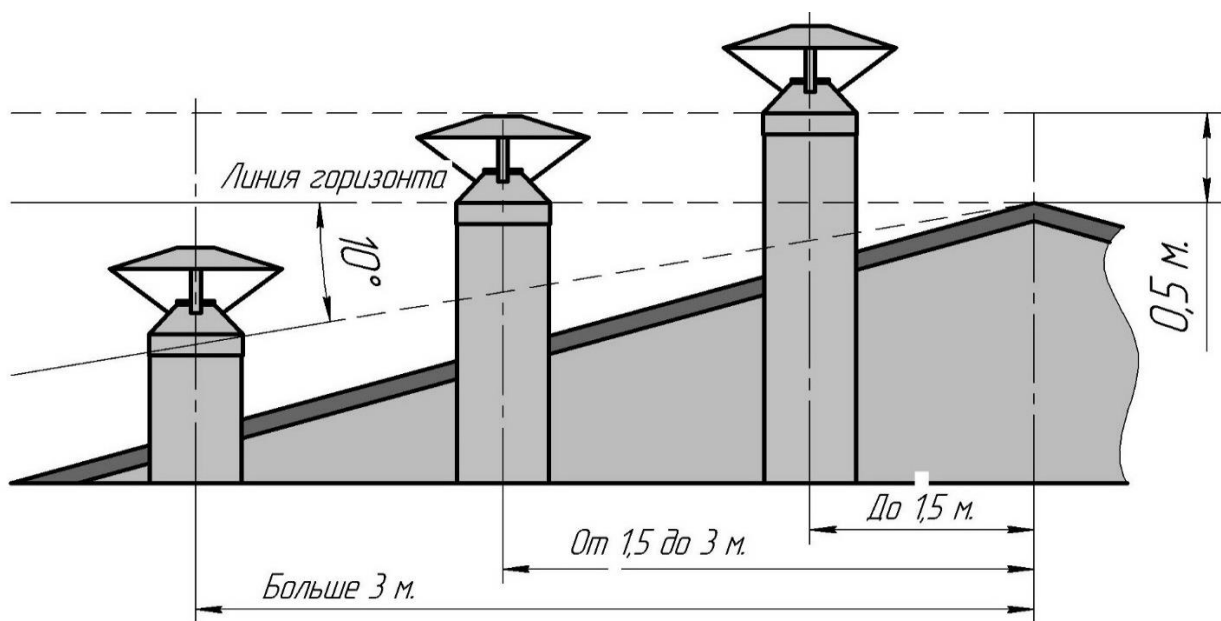

Рисунок 4: Высота дымоходной трубы
- не ниже линии, проведенной от конька под углом 10° к горизонту, при расположении дымовой трубы от конька на расстоянии более 3 м. (рисунок 4)